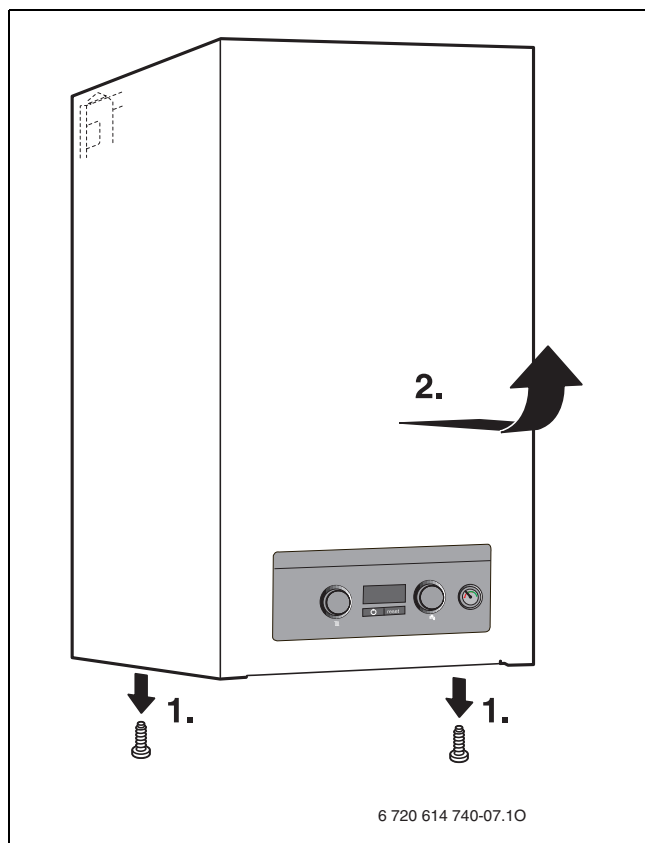

Рис. 9
- Установите кожух и закрепите его двумя винтами (→ рис. 9).
- ▶ Снять кожух (→ рис. 9, стр. 15).